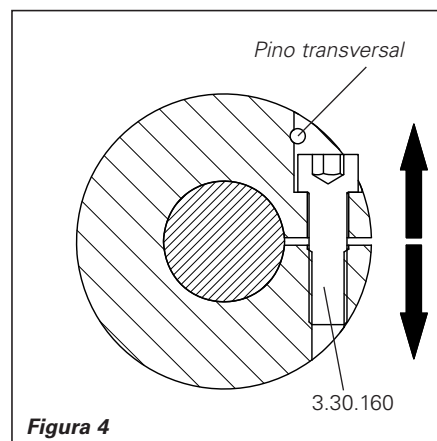

Figura 4
- Caso o eixo do motor não se deixar introduzir, desapertar o parafuso de aperto (3.30.160), girando-o aprox. ¼ volta contra o pino transversal, alargando assim o cubo (ver figura 4).